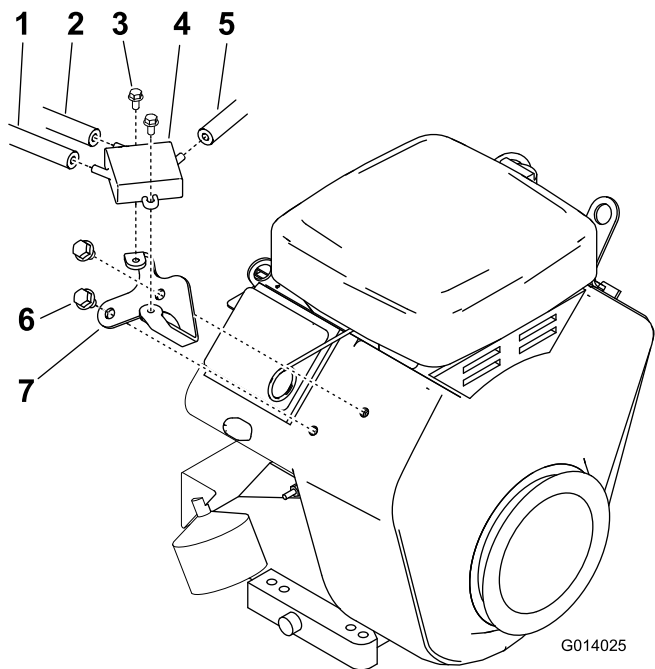

図 3
6. 新しいボルト（2本）を使って、新しいブラケットを取り付ける（図 3）。
7. 燃料ポンプを上下さかさまにして、新しいブラケットに取り付ける；エンジンから取り外したボルト（2本）を使用する（図 3）。